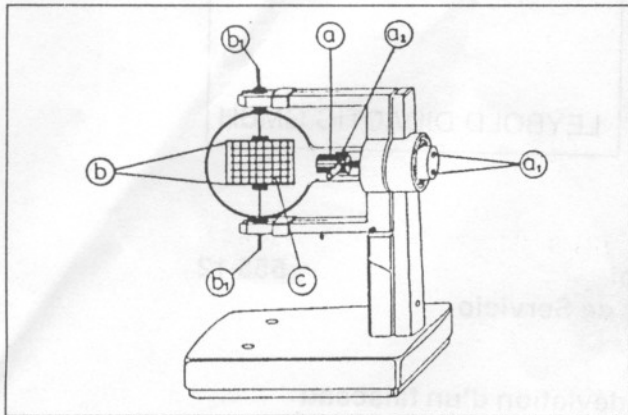

Fig. 1
- Couvrir les fiches (a_2) et (b_1) - cf. fig. 1 - par des douilles de raccordement (501 64) afin qu'elles soient protégées contre les contacts accidentels.
Eléments de fonctionnement (fig. 1):
Elementos (fig. 1):